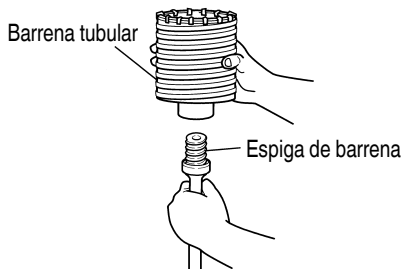

Fig. 30
- (1) Montar la barrena tubular en su espiga. (Fig. 30)